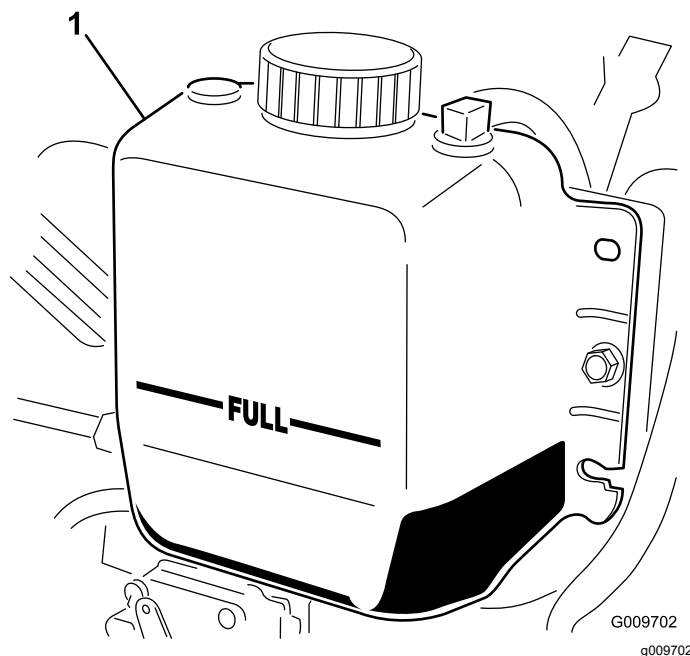

Figura 77
3. Controllate il livello del refrigerante nel radiatore. Il radiatore deve essere riempito fino alla parte superiore del collo del bocchettone ed il serbatoio di espansione fino al segno di pieno FULL (Figura 77).